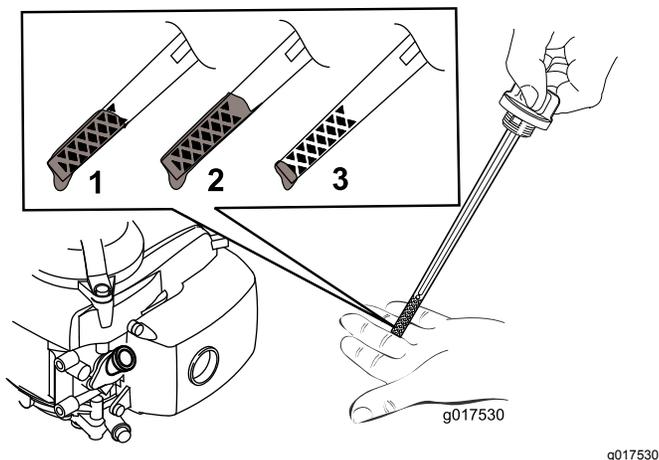

図 10
5. オイルの量の確認方法は **図 10** を参照。
注 ディップスティックで量を確認しながら **図 10** に示される適正量までオイルを入れる。オイルを入れすぎてしまった場合には、**エンジンオイルの交換 (ページ 15)** の項に従って余分なオイルを抜き取ってください。